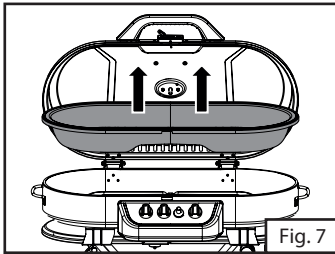

Fig. 7
4. Retirez le bac à eau et mettez-le de côté. (Fig. 7)